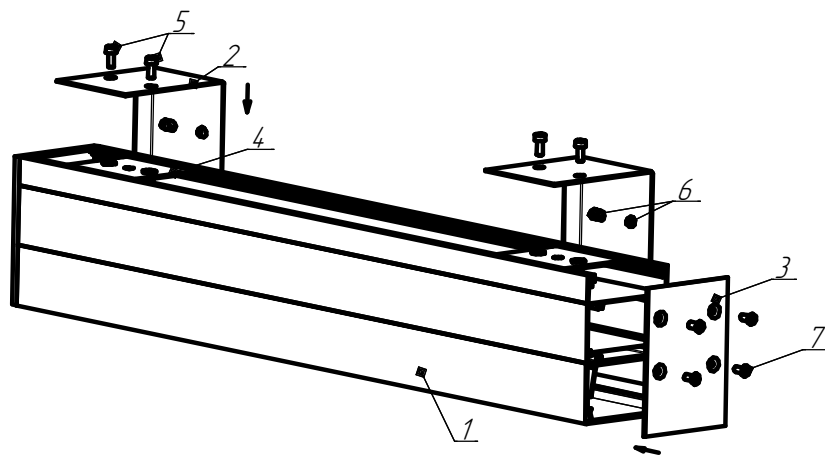

Рисунок 3 - Схема крепления светильника к стене
5.4. Установка светильника на стену (см. рисунок 3, 3а).
Рисунок 3а - Схема крепления светильника ДПО02 Up/Down к стене